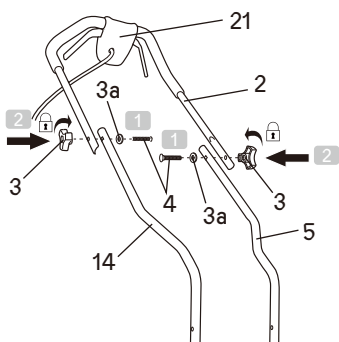

FIG. 4
1. Aligner la poignée supérieure (2) à la poignée inférieure (5/14) et s'assurer que le boîtier d'interrupteur (21) pointe vers le bas lorsqu'il est vu de derrière.
2. Faire passer les boulons (4) par les trous de fixation des poignées (Fig. 4, étape 1).
3. Fixer la rondelle (3a) au boulon (4) et fixer la poignée supérieure (2) en tournant le bouton (3) dans le sens horaire pour serrer (Fig. 4, étape 2).